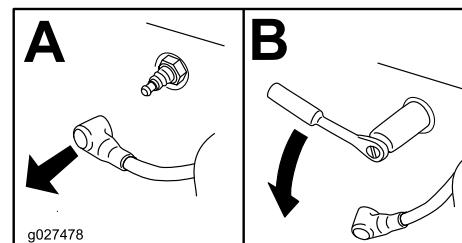

Figura 36
3. Retire la bujía, como se muestra en la Figura 36.